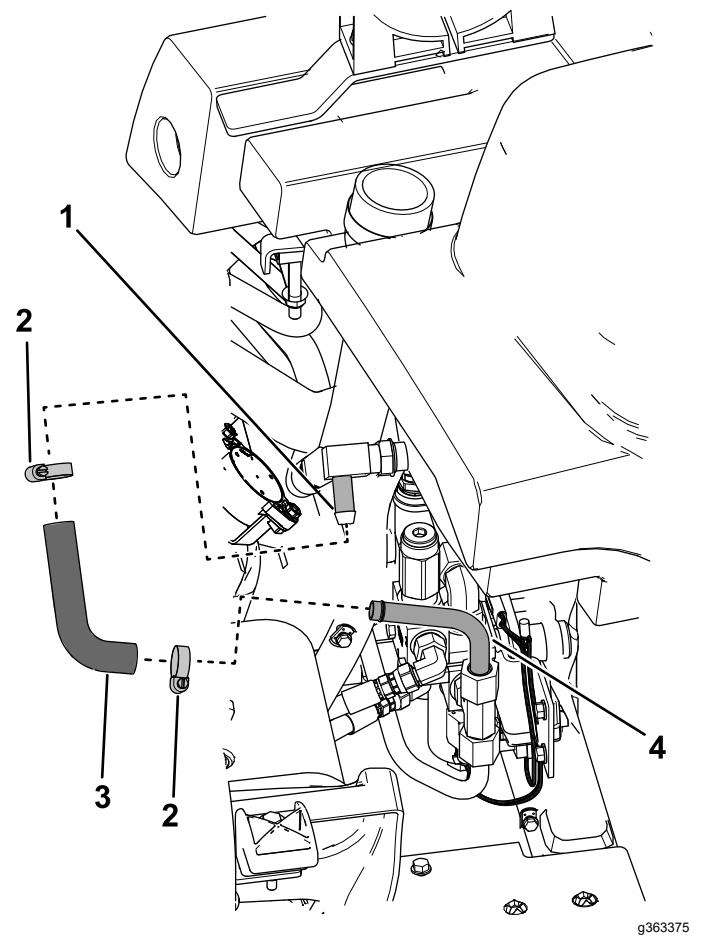
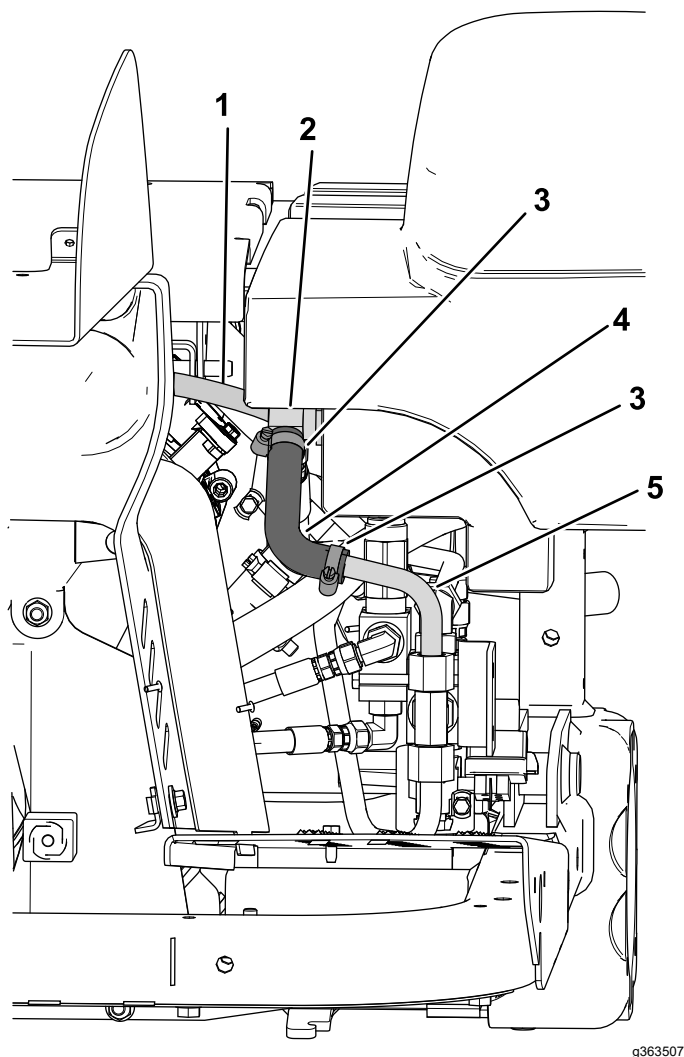

Bild 24
Bild 31
3. Befestigen Sie die Hydraulikleitung Nummer 4 am T-Stück, das seitlich am Ventil montiert ist (Bild 24).
11. Schieben Sie die beiden kleinen Schlauchklemmen auf den kleinen, geformten Hydraulikschlauch (Bild 24 und Bild 31).
12. Befestigen Sie die lange Seite des geformten Schlauchs am 90-Grad-T-Anschlussstück im Hydraulikbehälter (Bild 31).
13. Befestigen Sie die kurze Seite des geformten Schlauches am gezahnten Ende der Hydraulikleitung Nummer 4 (Bild 31).
15. Befestigen Sie die Hydraulikleitung (Schlauch) Nr. 5 lose am kleinen 90-Grad-T-Anschlussstück (Bild 31).